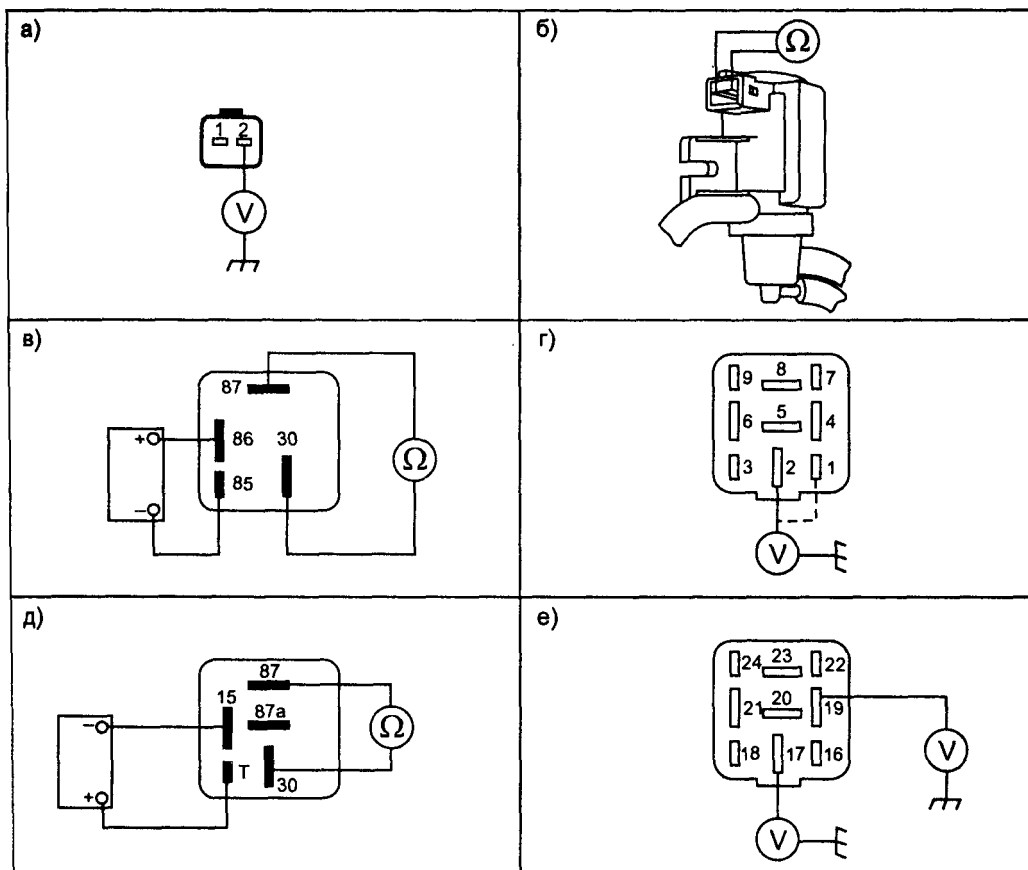

Рис. 1.2.10. Контроль выпуска ОГ и система обеспечения ЭСУД
- отключают разъем клапана EGR и, при включенном зажигании, проверяют наличие 12 В на контакте 2 разъема жгута клапана (см. рис. 1.2.10а), если питания нет, проверяют предохранитель F1, реле K46, замок зажигания и соответствующие соединения;
- измеряют сопротивление обмотки соленооида клапана EGR между контактами 1 и 2 разъема, его величина должна быть в пределах 14...18 Ом (см. рис. 1.2.10б).
- извлекают главное реле питания ЭСУД K46 из разъема, собирают диагностическую схему (см. рис. 1.2.10в) и проверяют его срабатывание, контакты 87 и 30 должны замкнуться при подключении питания к контактам 86, 85;
- на контактах 1 и 2 колодки главного реле питания ЭСУД всегда должно присутствовать напряжение 12 В (см. рис. 1.2.10г), если питания нет, проверяют замок зажигания и соответствующие соединения;
- извлекают реле свечей накаливания K22 из разъема собирают диагностическую схему (см. рис. 1.2.10д) и проверяют его срабатывание, контакты 87 и 30 должны замкнуться при подаче питания на контакты 15, Т;
- проверяют наличие напряжения 12 В на контактах 19 (только при включенном зажигании) и 17 (постоянно) колодки реле свечей накаливания (см. рис. 1.2.10е), если питания нет, проверяют замок зажигания и соответствующие соединения;